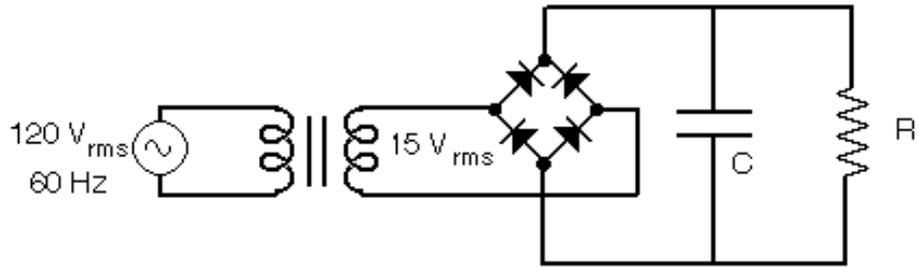

Figura 2. Rectificador de onda completa con filtro capacitivo
5.- En el circuito de la Figura 2, el rectificador de onda completa con filtro capacitivo:
c) Utilizando los valores indicados por su profesor, realice la simulación interactiva del circuito de la Figura 2 en MULTISIM, usando el osciloscopio Tektronix de la sección de instrumentos virtuales, a fin de observar en la pantalla las formas de onda indicadas anteriormente y obtener los valores requeridos.
7.- Monte el circuito de la Figura 2 con los valores indicados por su profesor. Verifique la operación de este rectificador de onda completa con filtro capacitivo observando las formas de onda a la entrada del rectificador, sobre el condensador y sobre la carga, registre dichas señales y anote sus observaciones.